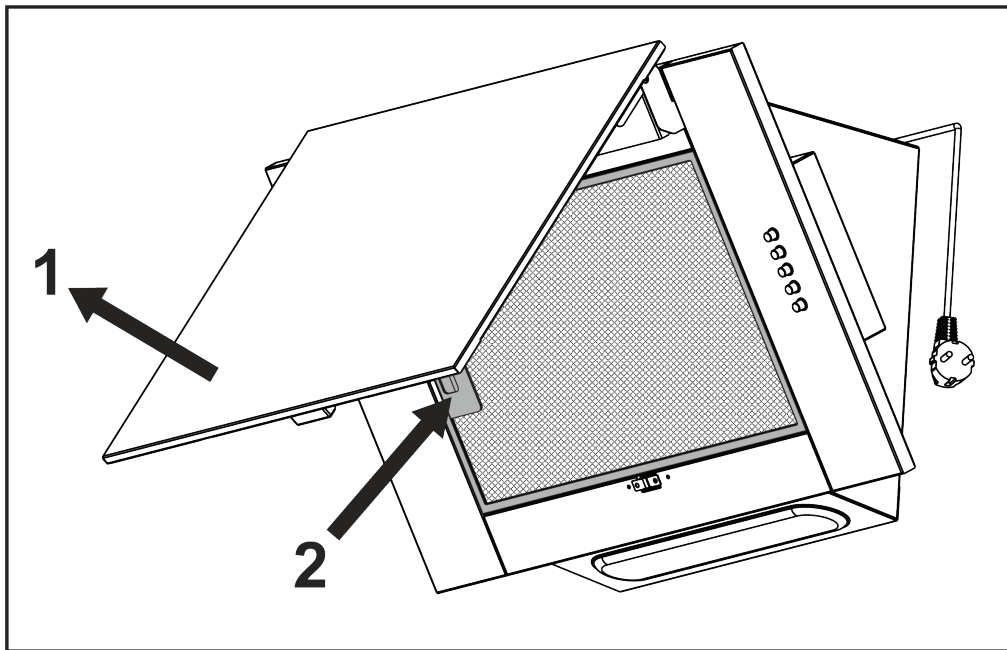

Рис.6
8.7 Для зняття алюмінієвого фільтра (**рис.6**) слід відкрити **декоративну панель 1**, натиснути на **пружинну засувку 2**, і потягнувши на себе зняти фільтр з панелі. Встановлення фільтра виконати в зворотному порядку.